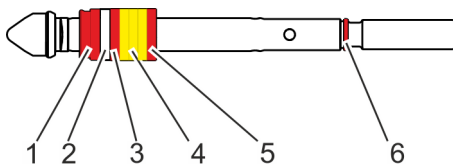

Fig. 44: Broche avec éléments du presse-étoupe
- 16.** Retirer le joint torique (Fig. 44/6) de la broche.
- 17.** Retirer l'anneau de compartimentation (Fig. 44/5) de la broche.
- 18.** Retirer les anneaux de garniture (Fig. 44/4) de la broche.
- 19.** Retirer l'anneau de compartimentation (Fig. 44/3) de la broche.
- 20.** Retirer l'anneau de fond (Fig. 44/2) de la broche.
- 21.** Retirer l'anneau de contre-siège (Fig. 44/1) de la broche.